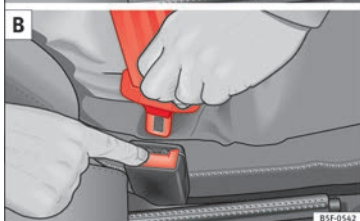

Bild 78 Fäst och lossa säkerhetsbältets lås
- För in låstungen i låset för motsvarande säte och tryck ned till dess att den låser fast med ett tydligt klick » **bild 78 A**.
- Tryck på den röda knappen på bälteslåset » **bild 78 B**. Låstungen frigörs och hoppar ur låset » **▲**.